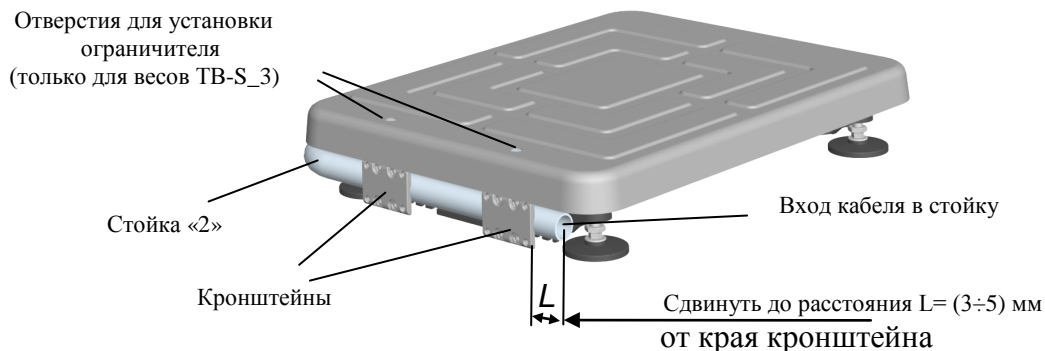

Рис. 5.1 - Крепление круглой вращающейся стойки к модулю ТВ-S
- Сдвинуть стойку S2 в направлении указанном стрелкой (Рис. 5.1), обеспечив расстояние  $L = (3 \div 5)$  мм от края стойки до края кронштейна.